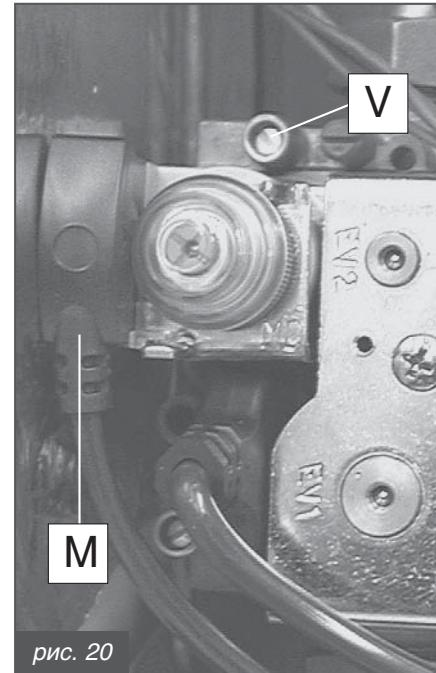

рис. 20
- соединить манометр к ниппелю отбора давления V (рис. 20);
- отсоединить электроколодку бобины модулятора (M на рис. 20);